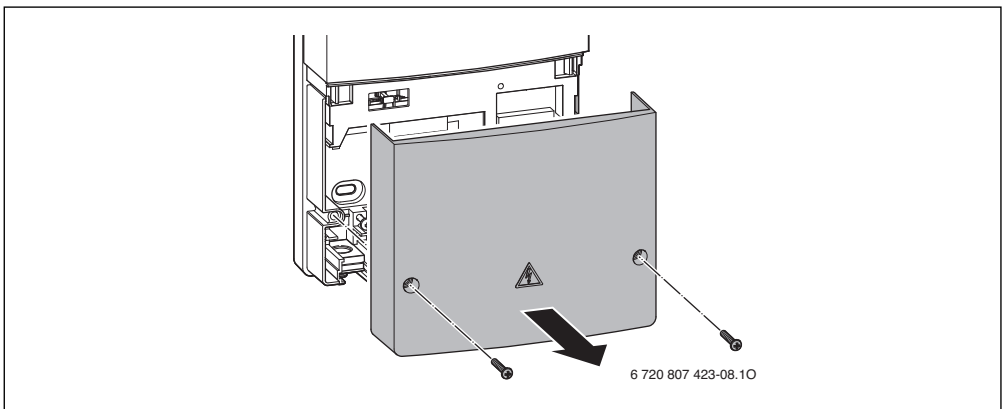
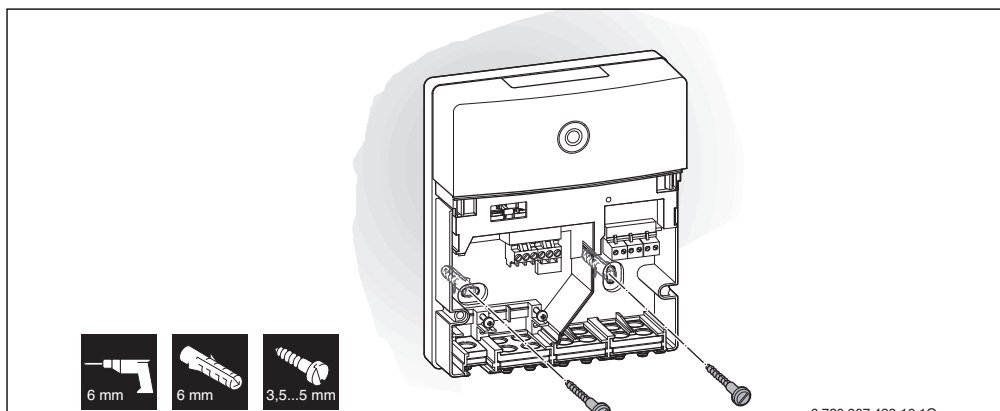
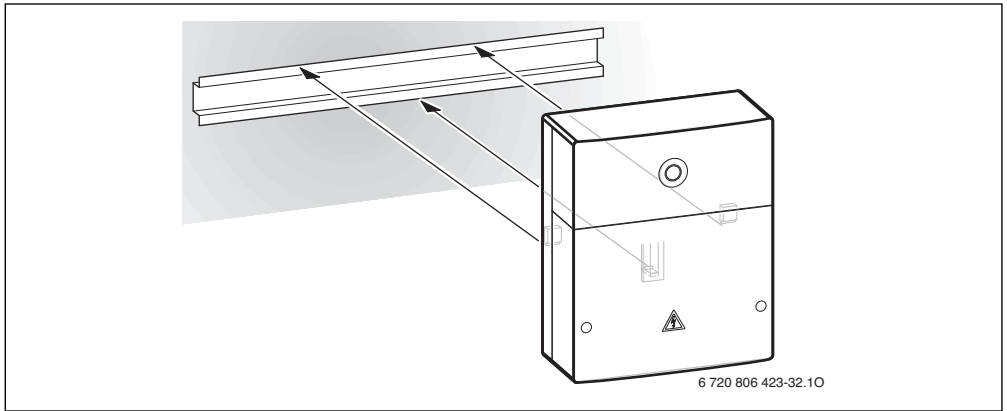

Fig. 3
Fig. 6
Fig. 7
- ▶ Preparare il modulo, se questo può essere installato nel generatore di calore senza guida di montaggio (→ fig. 3 e 4, pag. 17).
- ▶ Se il modulo può essere installato nel generatore di calore con la guida, osservare la fig. 7 e 9, pag. 19.
- ▶ Installare il modulo a parete (→ da fig. 3 a fig. 6, da pag. 17), su una guida di montaggio (→ fig. 7, pag. 19) in un gruppo di montaggio o nel generatore di calore.